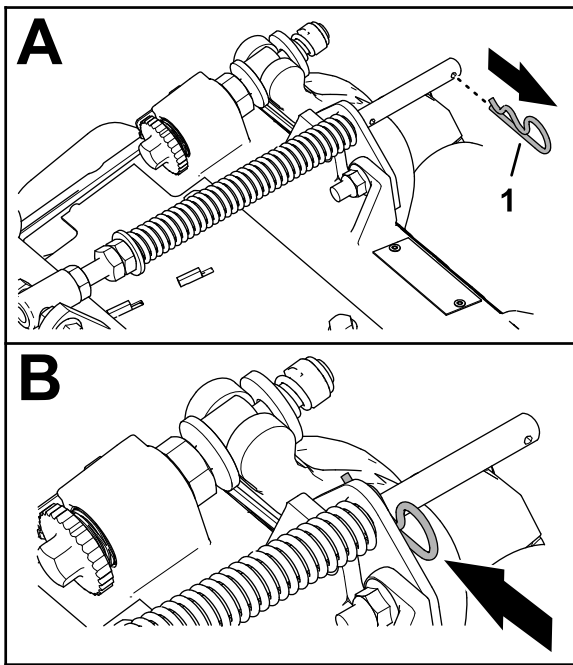

Bild 6
1. Wenn der Splint im hinteren Loch der Kompensierungsfederstange installiert ist, entfernen Sie den Splint und setzen Sie ihn in das Loch neben der Halterung ein (Bild 6).